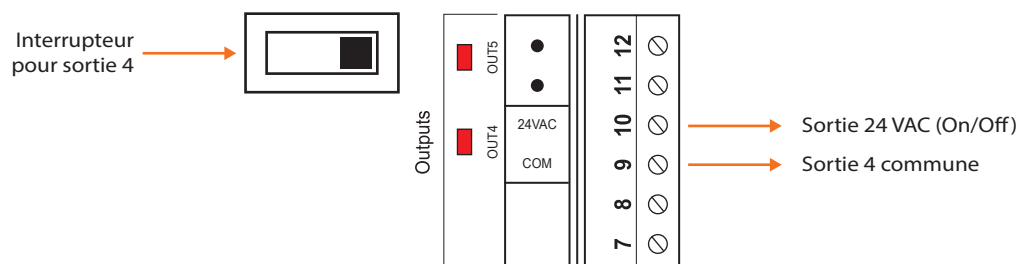

Figure 8 - Sortie en mode SOURCE
- Figure 8 - Sortie en mode SOURCE
1) Position de l'interrupteur pour obtenir une sortie active (**SOURCE**) (voir figure 8) :